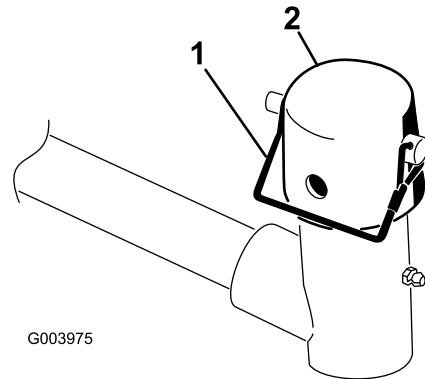

Figure 6
3. Sur le bras de levage de chaque unité de coupe, retirez la goupille à fermoir qui fixe le capuchon sur la chape de pivot et déposez le capuchon (Figure 6).